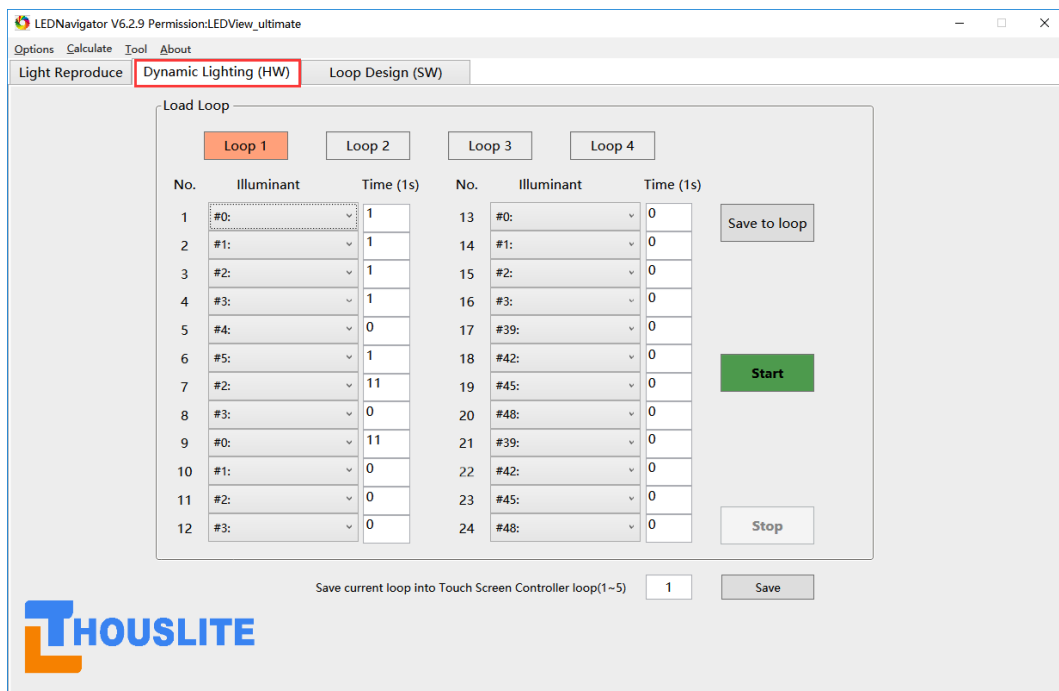
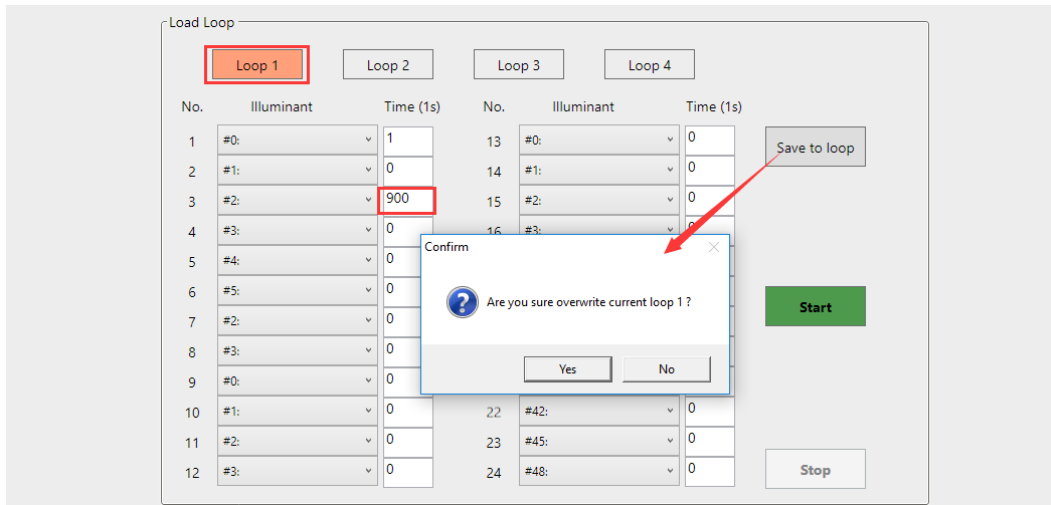

图 4.13. 动态照明功能模块界面
图 4.14. 保存修改至当前的循环
图 4.13 所示为动态照明（硬件）模块 *Dynamic Lighting (HW)*，该模块可存储 4 个光循环 *Loop*，点击相应 *Loop* 后，用户可自行设置每个光循环，每个 *Loop* 内最多可添加 24 种的 LEDView 硬件中存储的光源，最小切换间隔为 1 秒。光源为 LEDView 硬件内 80 个存储的光源中任一个，如果光源时间设为 0，则该光源将被跳过。点击 *Start* 按钮和 *Stop* 按钮可以开始或停止循环，另外，用户可以点击 *Save to loop* 保存修改至相应的循环序号中，如图 4.14。